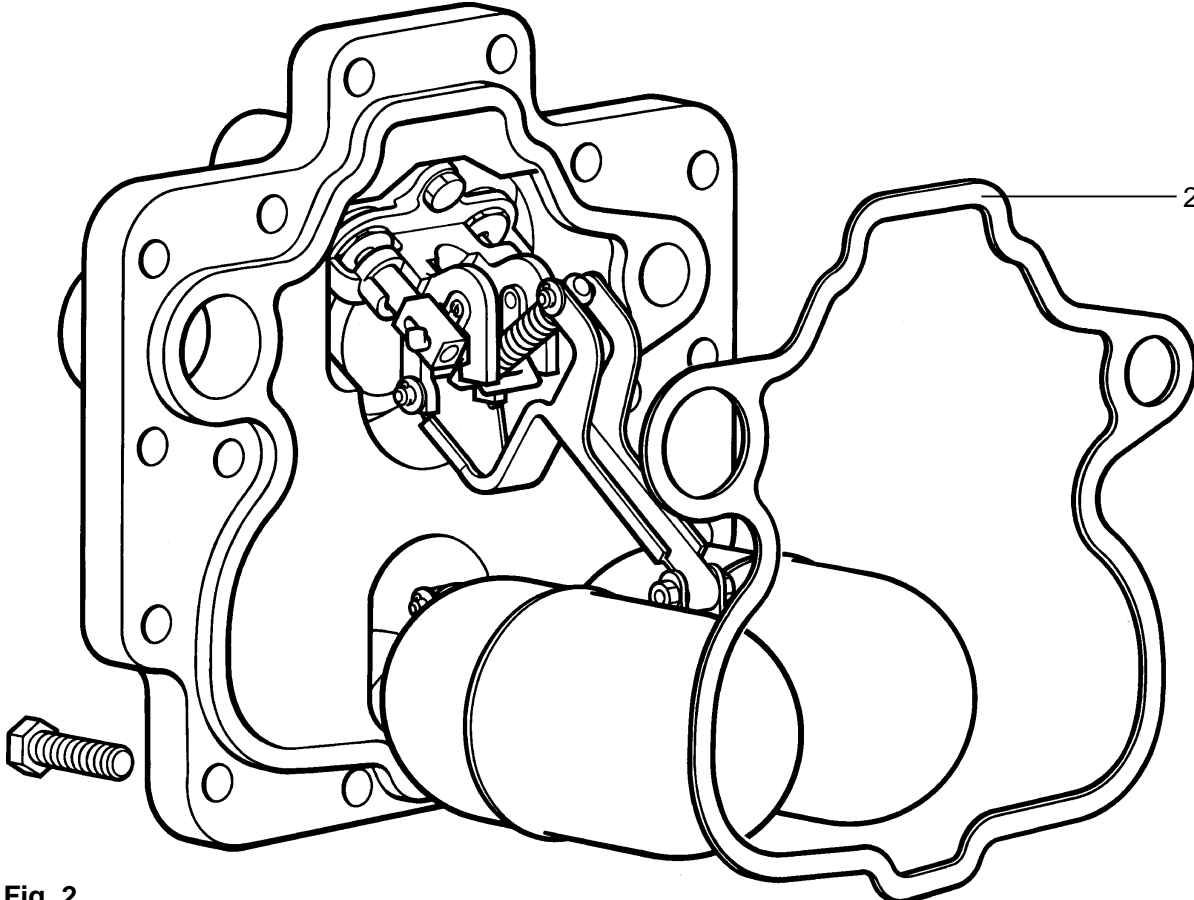

Fig. 2
3. Con cuidado monte una junta nueva (item 2) en el cuerpo (Ver Fig. 2).